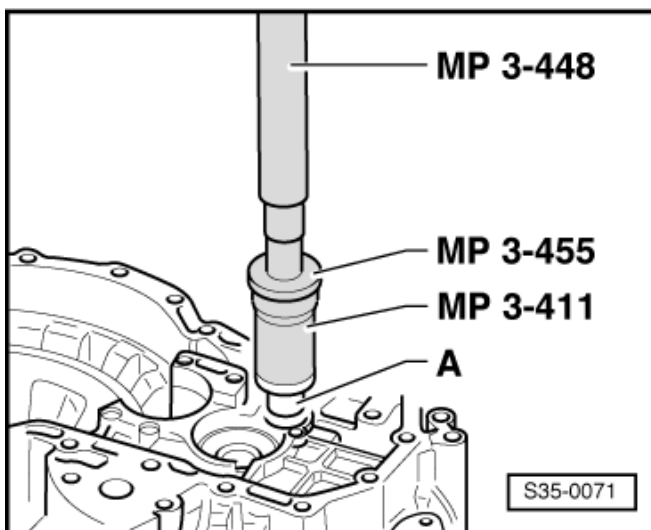

Abb. 3: Nadelhülse aus der Stütze Rücklaufwelle auspressen ►
- ☐ auspressen ⇒ Abb. 3 in **35-3** Seite 2